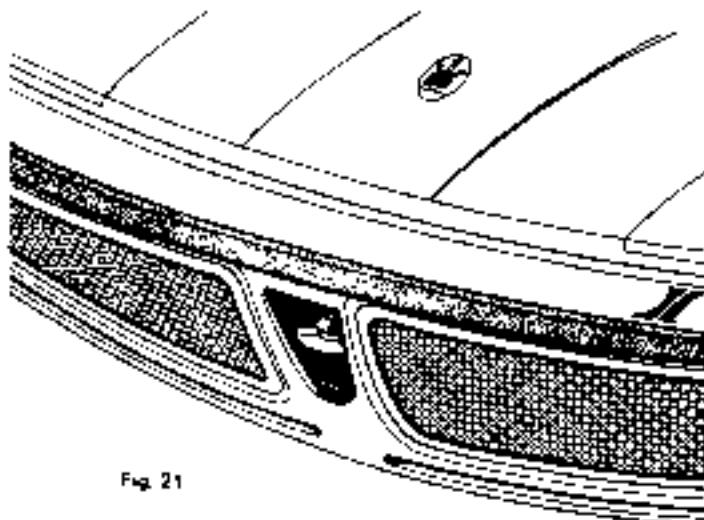

Fig. 21
**Comando di emergenza alzatori.** Se il sistema automatico di fuoristrada e di riporto dei fari non funziona, agire sulla manopola di emergenza, situata nell'incavo sotto il paraurti anteriore (Fig. 21).
**Commande d'émergence pour soulever les phares.** Si le système automatique de sortie ou de rentrée des phares ne fonctionne pas, agir sur le bouton d'urgence situé dans le creux sous le parechocks avant (Fig. 21).
Should the automatic system break down, use the emergency knob located in the hollow below the front fender (Fig. 21).
**Notsturzwehr** (nur Scheinwerferabzug). Ist das automatische Ein- und Ausfahrungs- system der Scheinwerfer detektiert, der Notgrill betätigen. Diese Hilfsvorrichtung befindet sich in der Ausführung der vorderen Stoßstange (Abb. 21).